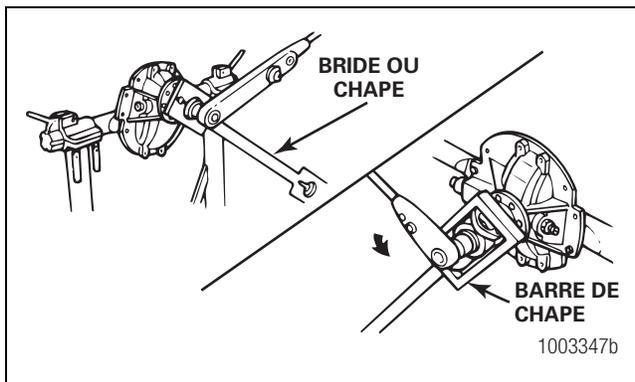

Figure 3.22
1. Placer une barre de bride sur la chape ou la bride d'entrée. Une fois l'écrou retiré, la barre permet de maintenir le pignon d'attaque en place. Figure 3.22.
2. Retirer l'écrou et la rondelle (selon l'équipement) du pignon d'attaque. Figure 3.22.